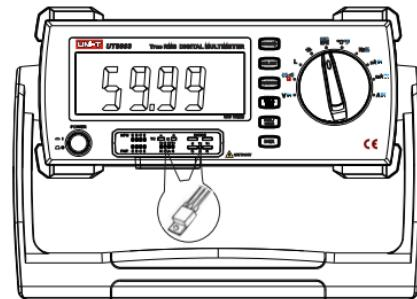

图7
- 档位旋钮开关置于HFE SCR 测量档位，按下 **SELECT** 键切换成晶闸管测量功能。(如图7)